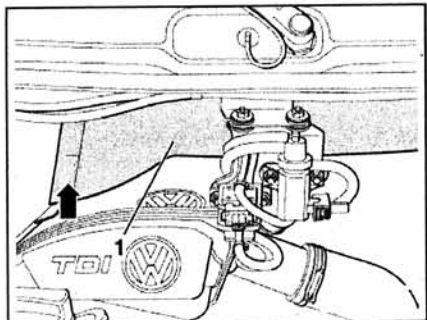

Рис. 1.126. Отсоедините фиксаторы (стрелка) крепления звукоизоляции 1 и снимите ее.
2. Отсоедините фиксаторы (стрелка) крепления звукоизоляции 1 и снимите ее (рис. 1.126).
7. Установите звукоизоляцию 1 и закрепите ее фиксаторами (стрелка) (рис. 1.126).